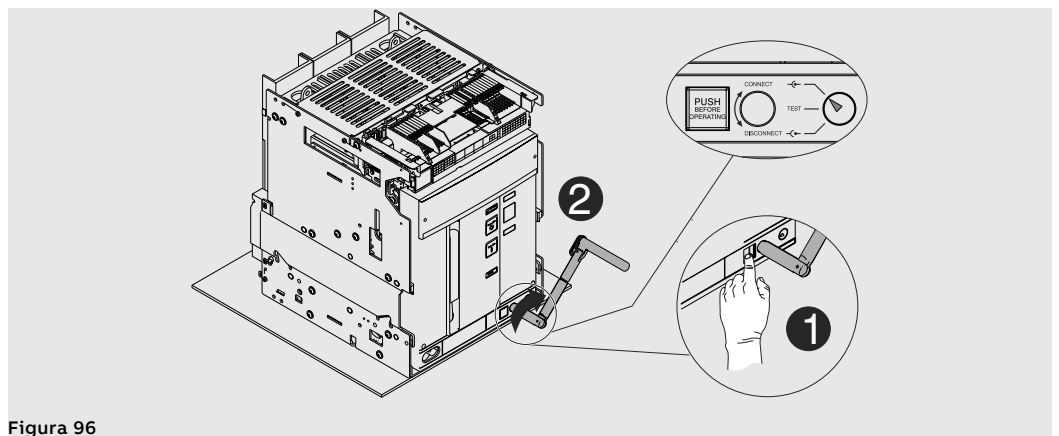

Figura 96
11. Apretar el pulsador de bloqueo y girar la manivela en sentido horario hasta que el pulsador salga y el indicador señale que el interruptor está en posición **CONNECT**. Véase Figura 96.